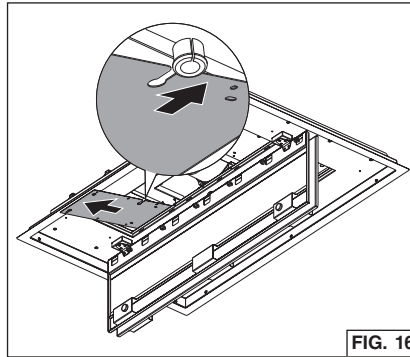
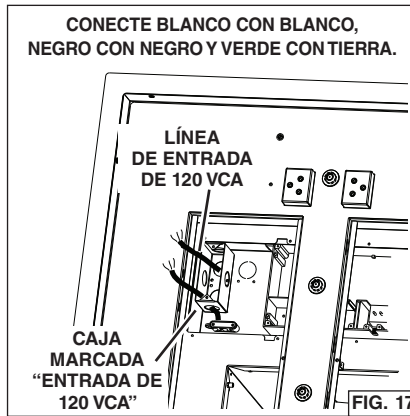

FIG. 16
FIG. 17
3. Desde el interior de la habitación, estire hacia abajo los dos paneles de cierre. Fig. 16.
4. Retire (4) tornillos del panel de acceso del compartimiento eléctrico. Deslice el panel hacia un lado para exponer la caja de conexiones eléctricas.
5. Desde la caja eléctrica marcada "entrada de 120 VCA", retire (2) tornillos que aseguran la cubierta a la caja de conexiones metálica. Fig. 17.
9. Regrese a su lugar el panel de acceso para compartimientos eléctricos y (4) tornillos.